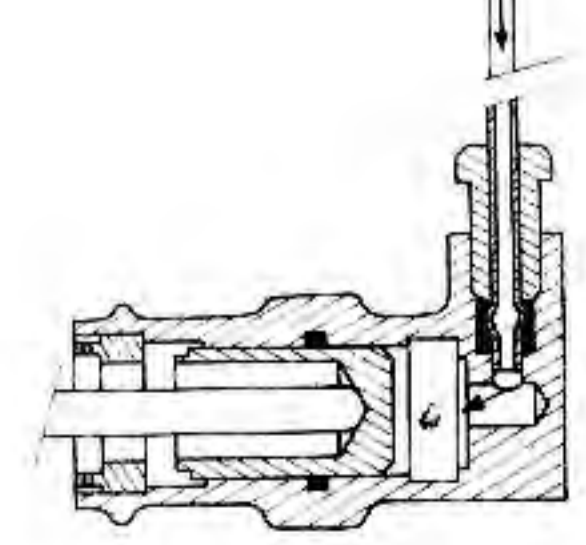

Figure 4
Exemple 4e vitesse voir (Pl. 33 + 28 a, fig. 4, pour partie embrayage).
**Correcteur de débrayage.** (Obtention de  $P'_1 > P_1$  - voir Pl. 28 a, fig. 4.)